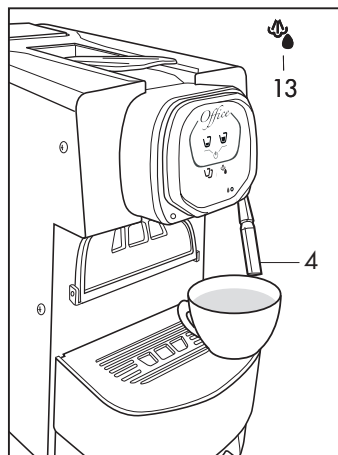

Fig. 10
- Placer une tasse sous le bec (4) (Fig. 10).
- En maintenant enfoncé le symbole (13), la machine distribue de la vapeur (Fig. 10) ; relâcher la touche une fois que la quantité voulue est atteinte.
- Par une légère pression sur le symbole (13), la fonction vapeur est activée (Fig. 10) ; appuyer à nouveau sur la touche pour arrêter la fonction vapeur.